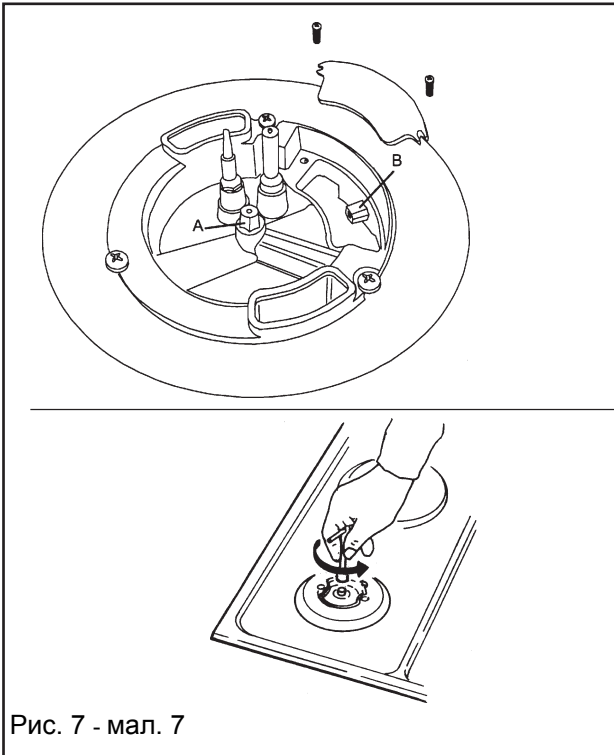

Рис. 7 - мал. 7
[Рис. 7]
- Замените имеющиеся форсунки (Рис. 7) на форсунки, соответствующие тому типу газа, к которому вы подключаете аппарат (см. таблицу «Технические характеристики»);